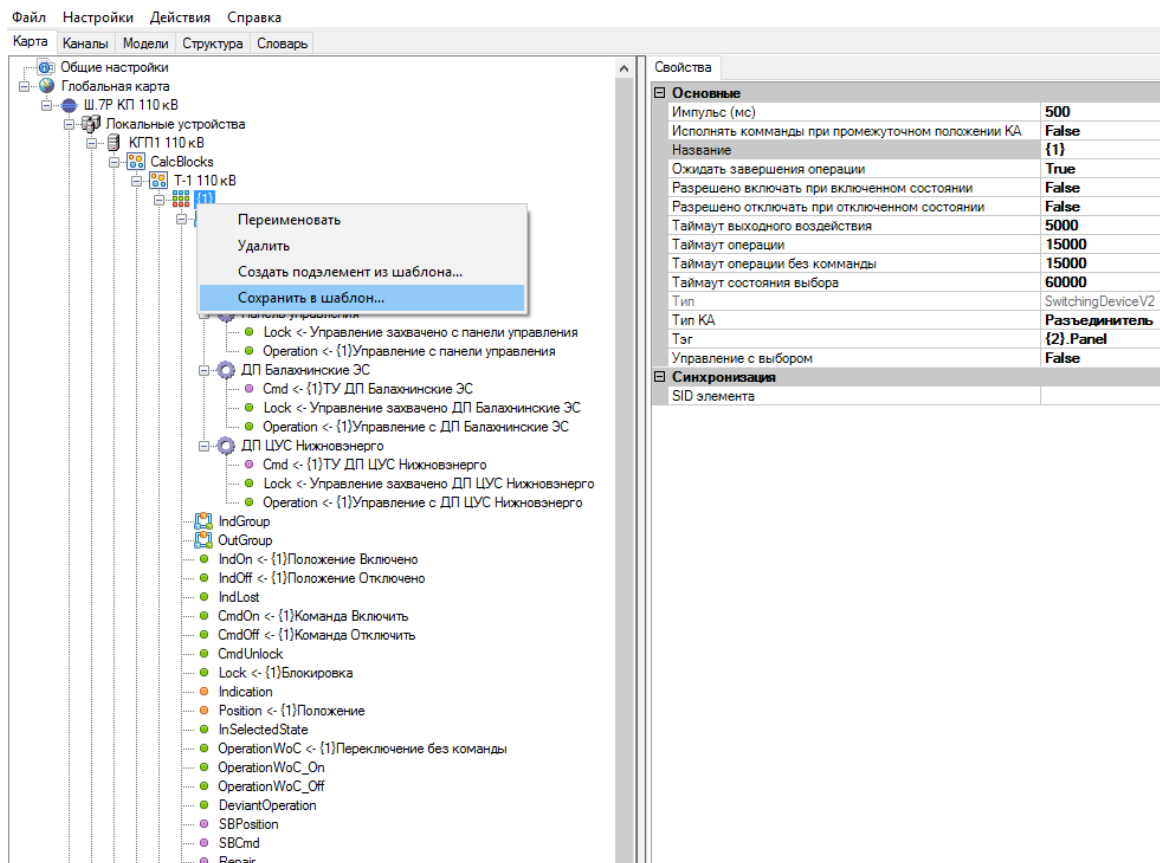

Рисунок 402. Сохранение шаблона КА
- сохранить созданный КА в шаблон. Для этого нажимаем правой кнопкой мыши на КА и выбираем «Сохранить в шаблон» (см. Рисунок 402). Сохраняем шаблон на диске в виде xml-файла.